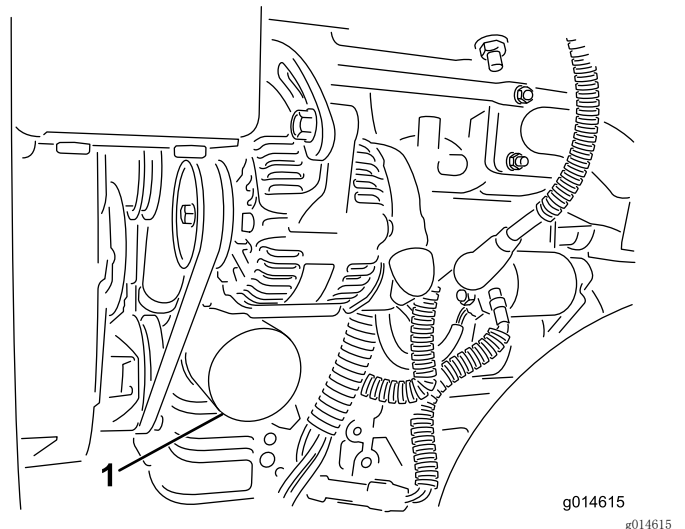

图41
2. 拆下机油滤芯（图41）。在新的滤芯垫片上涂上薄薄一层干净油。